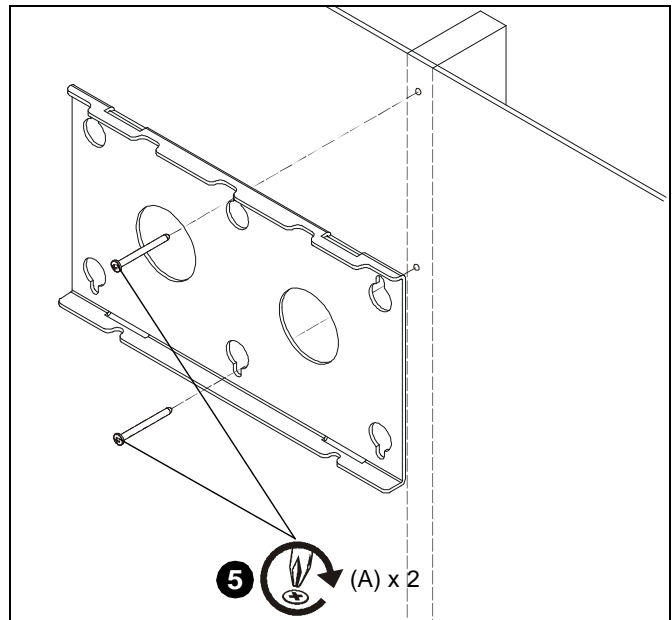

Figure 2
5. Utilisez deux vis taraudeuses Phillips n° 10 x 63,5 mm (2^{1/2} po) (A) pour bien fixer le support mural au mur. (Voir figure 2)